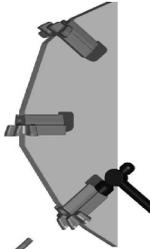

Abb. 15 – Lösen der Befestigungsschraube
1. Die Befestigungsschraube hinter dem Messer lösen und entfernen und dabei mit einem kleinen Hammer hinter dem Messer leicht klopfen (siehe Abb. 15). Vermeiden Sie es bitte, dabei die Spitze zu treffen. Das Tragen von Schutzbrillen ist ratsam.